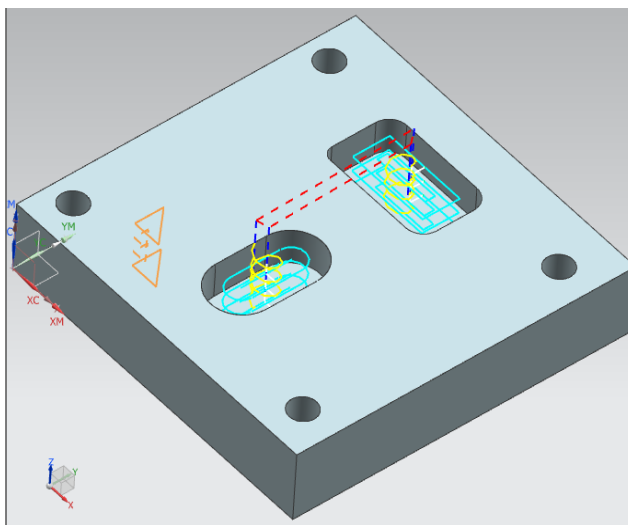

Рисунок 42 Траектория резания
25.Нажмите кнопку «Генерировать»  в нижней части окна (рисунок 42).